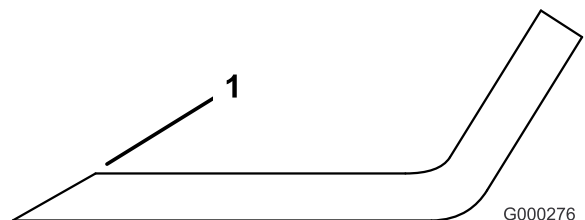

Figura 73
- Affilate i taglienti da entrambe le estremità della lama con una lima (Figura 73). Rispettate l'angolazione originale. La lama conserva il proprio equilibrio soltanto se viene rimossa una quantità uguale di materiale da entrambi i taglienti.